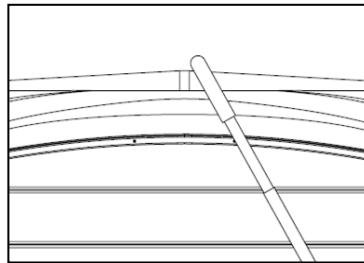

Abbildung 6
- e. Heben Sie anschließend den Abdeckungsheber an, sodass das QUERROHR 2,5 cm (1 Zoll) hinter der Naht des Abdeckungsscharniers liegt (siehe Abbildung 6).